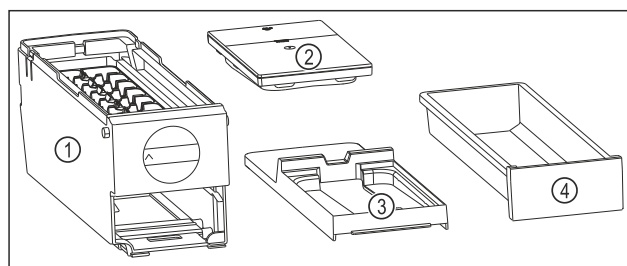

Fig. 145 Composants de l'EasyTwist-Ice
- L'EasyTwist-Ice est démonté en quatre parties. (voir Fig. 145)
- Ne démonter l'EasyTwist-Ice que de la manière illustrée. (voir Fig. 145)
- Nettoyer le corps de l'EasyTwist-Ice Fig. 145 (1) dans son ensemble.